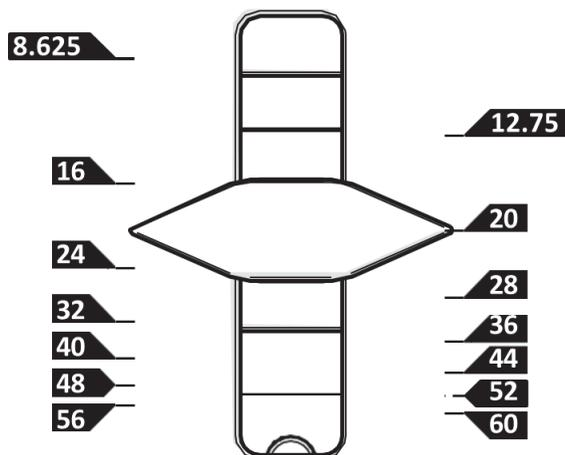
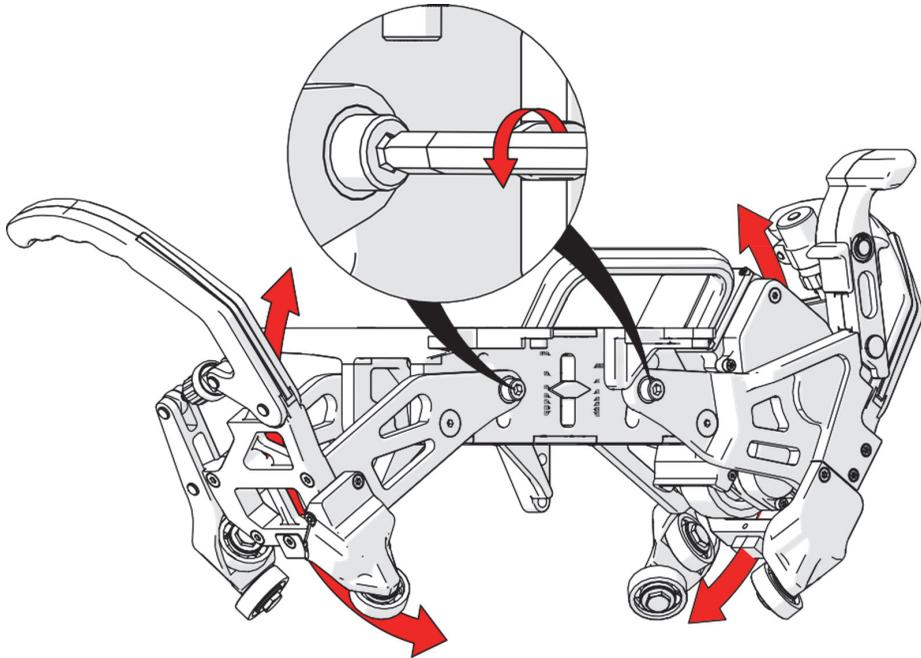

Figure 1-28 Diamètres de tuyaux disponibles (en pouces)
Figure 1-29 Ajustement du scanner en fonction du diamètre du tuyau
Les marquages à l'arrière du chariot moteur indiquent les différents diamètres des tuyaux en pouces (Figure 1-28 à la page 48). Pour ajuster le scanner motorisé en fonction du diamètre du tuyau, localisez ces marquages à l'arrière du scanner (Figure 1-29 à la page 49).
1. Desserrez les deux boulons à l'aide d'un tournevis à tête hexagonale de 6 mm et faites pivoter les bras tracteurs pour faire glisser le pointeur et l'aligner sur le repère du diamètre souhaité (Figure 1-29 à la page 49).